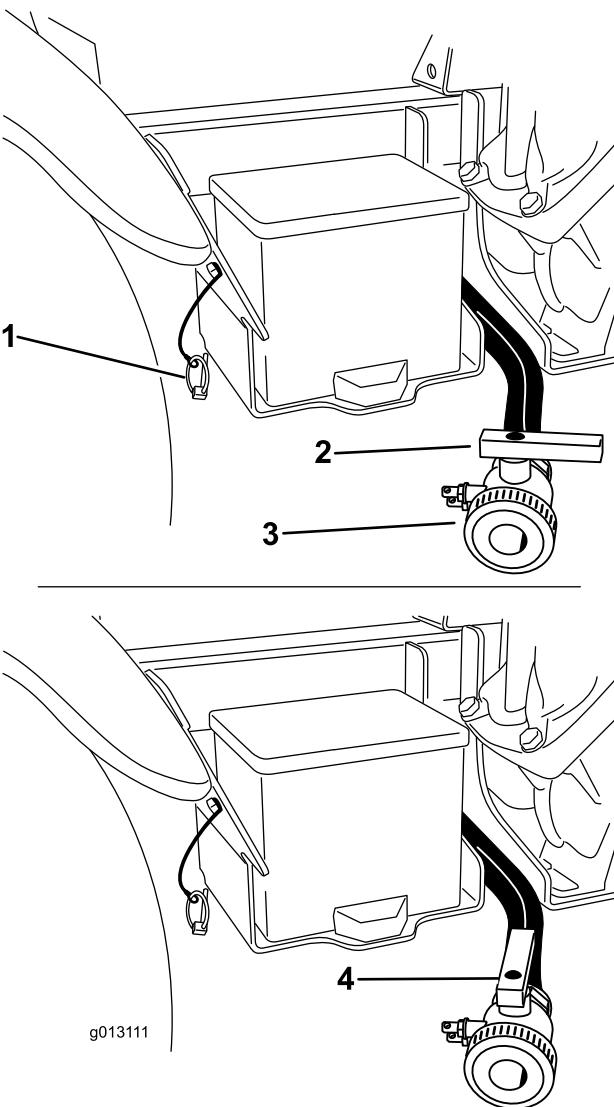

図 28
分する（図 28）。これにより、配管内部に残っている薬剤も完全に排出される。
3. 排出が完全に終了したら、ドレン・バルブを閉じ、バルブをブラケットにリンチ・ピンで元通りに固定する（図 28）。